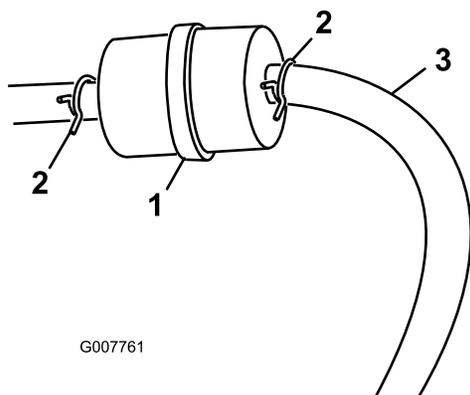

Figura 25
3. Aperte as pontas dos grampos da tubagem e afaste-as do filtro (Figura 25).
5. Instale um filtro novo e coloque as braçadeiras junto ao filtro (Figura 25).
3. Desaperte a braçadeira do tubo no filtro de combustível e deslize-o para cima do tubo de combustível afastando do filtro (Figura 25).
4. Desligue o tubo de combustível do filtro (Figura 25).
Nota: Deixe a gasolina drenar para uma lata ou recipiente de combustível (Figura 25).
combustível para prender o tubo de combustível (Figura 25).